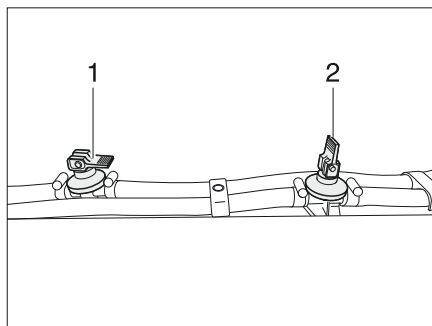

Bild 356 Avtappningskran
- Stäng alla avtappningskranar. Ställ vipparmen (Bild 356,1) i vågrätt läge.